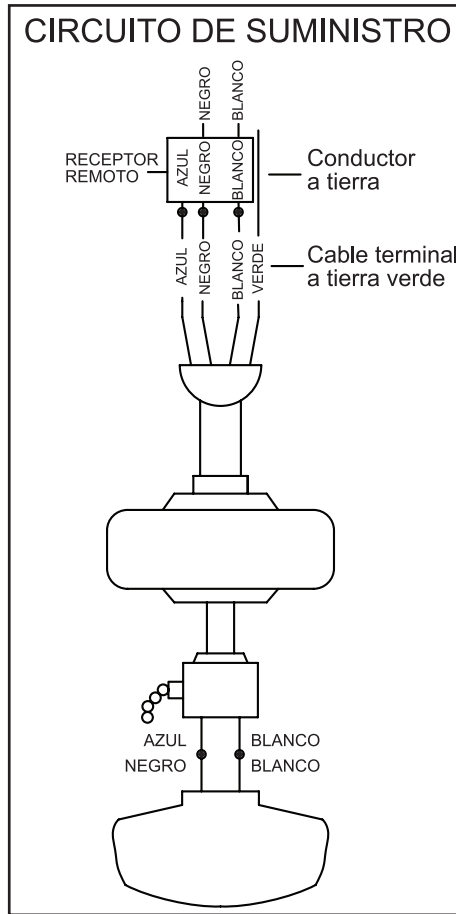

Figura 8
Sigue estos pasos para conectar tu ventilador a tu circuito doméstico. Usa las tuercas de conexión de cable provistas con el ventilador y el control remoto. Asegura los conectores con cinta aislante. Asegúrate de que no haya cables o conexiones sueltas (Figura 8).
1. Conecta el conductor a tierra del cable de 120 voltios (puede ser un cable desnudo o un cable con aislante verde) al (los) cable(s) terminal(es) a tierra verdes del ventilador (Figura 8).
2. Conecta el cable blanco de motor del ventilador al cable blanco del receptor, usando una tuerca de cable (Figura 8).
3. Conecta el cable negro del motor del ventilador al cable negro del receptor usando una tuerca de cable (Figura 8).
4. Conecta el cable azul del motor del ventilador al cable azul del receptor usando una tuerca de cable (Figura 8).
5. Conecta el cable negro del receptor al cable negro de suministro de energía (positivo) usando una tuerca de cable (Figura 8).
6. Conecta el cable blanco del receptor al cable blanco de energía (neutro) usando una tuerca de cable (Figura 8).